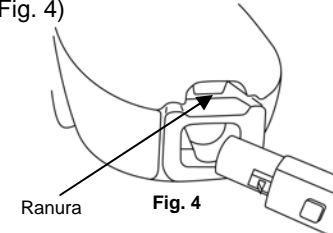

Fig. 4
1. Quite la manguera flexible de la entrada de aire para presione el botón de liberación y jale hacia afuera. Coloque sus dedos en la ranura y levante la cubierta frontal. (Fig. 4)